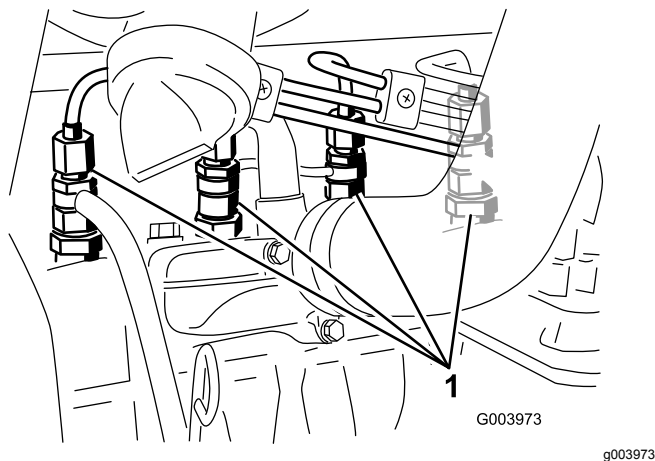

Figura 37
1. Allentate il raccordo dell'ugello n. 1 ed il gruppo portaugelli (Figura 37).